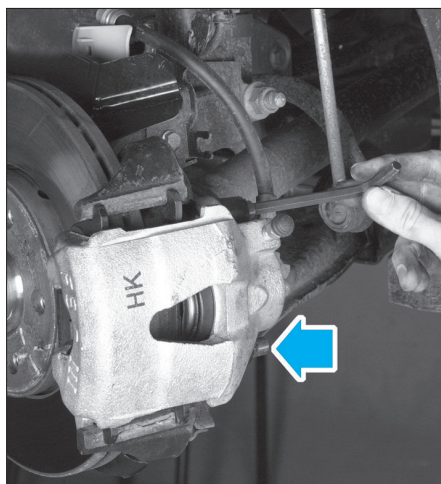

FIG. 1
- Déposer les deux caches puis les vis de colonnette de l'étrier (Fig.1).